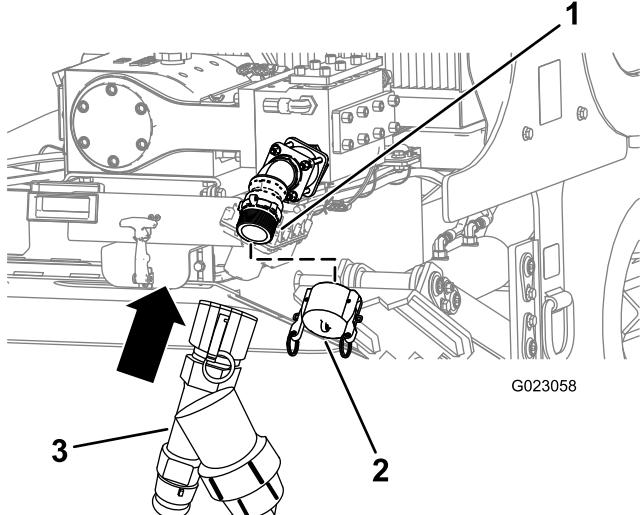

Figura 48
1. Retire el tapón de la entrada de la bomba (Figura 48).
2. Alinee el filtro en Y con la rosca de la bomba (Figura 48).